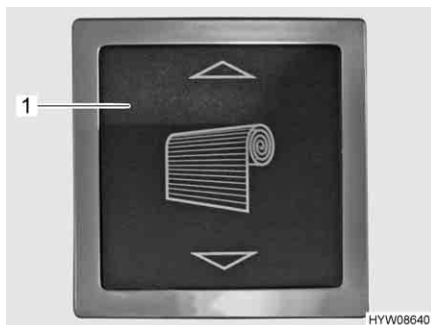
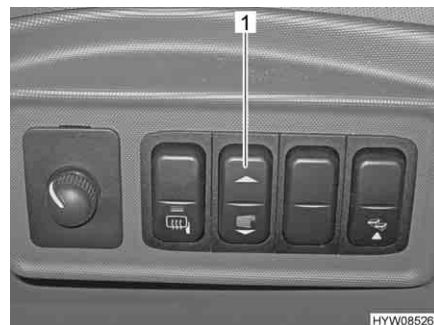
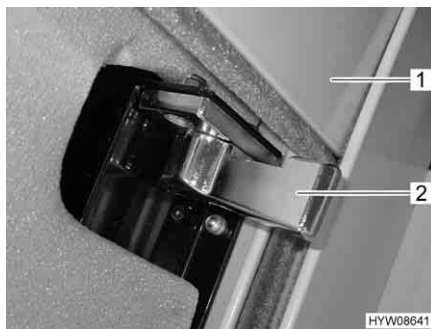

Fig. 33 Pulsante basculante per oscurante a rullo (vano abitabile)
Fig. 34 Pulsante basculante per oscurante a rullo (cruscotto)
Fig. 35 Chiusura di sicurezza oscurante a rullo
- Premere e tenere premuto il pulsante basculante (Fig. 33,1 o Fig. 34,1) finché l'oscurante a rullo (Fig. 35,1) ha raggiunto la posizione più alta.
- Sui entrambi i lati, ruotare spingendo indietro (Fig. 35) la chiusura di sicurezza (Fig. 35,2).